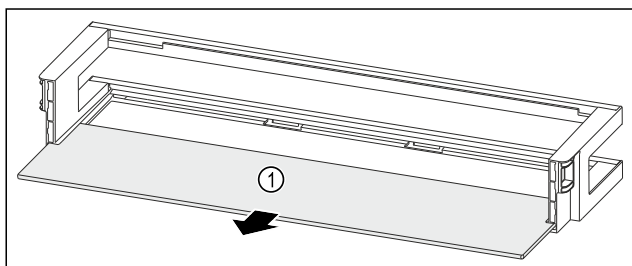

Fig. 257 Türabsteller mit Abstellfläche
- Abstellfläche Fig. 257 (1) entnehmen.